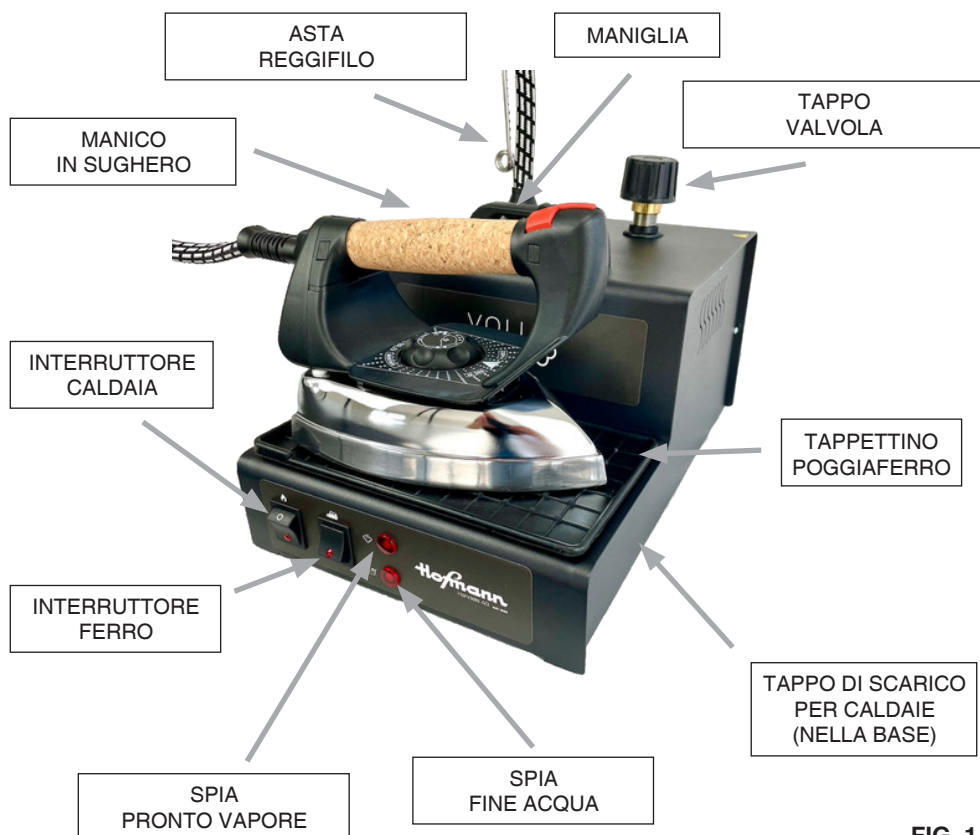

FIG. 1
Prima dell'arrivo del ferro a caldaia è necessario che il cliente prepari, vicino al posto in cui verrà installato una presa di corrente protetta e adeguata alla potenza dell'apparecchio (si consiglia un interruttore magnetotermico differenziale da 16 A e Id 30 mA). Per il trasporto e la movimentazione servirsi esclusivamente dell'apposita maniglia. Mai tirare i cavi elettrici (fig. 1).
2. Estrarre l'apparecchio dalla scatola, montare l'antenna e inserirla nell'apposito porta antenna situato sul retro della macchina (fig. 1), avendo l'avvertenza di inserirla bene fino in fondo.
4. Posare il ferro sul tappetino poggia ferro (fig. 1).
1. Svitare il tappo valvola (fig. 1) e riempire con la quantità desiderata d'acqua la caldaia prestando attenzione che non trabocchi. Si consiglia di riempire la caldaia servendosi di un imbuto. Riavvitare il tappo prendendolo per la parte in plastica con l'avvertenza di non serrarlo troppo altrimenti si rovina la guarnizione (vedi capitolo 7).
3. Accendere l'interruttore della caldaia, l'interruttore del ferro (fig. 1) e ruotare il selettore di temperatura nella posizione compresa tra " ●● " e " ●●● ".
10. **Non bisogna mai sostituire il tappo valvola (fig. 1) con tappi di altro genere.**
3. È prudente, durante lo stiro, riporre il ferro solamente sull'apposito tappetino (fig. 1).
L'acqua è terminata quando, durante lo stiro, si accende la spia "senza acqua" (fig.1). Spegnerne i due interruttori (caldaia e ferro), solo a questo punto rimuovere la spina della presa di alimentazione.
Attendere 10 minuti, dopo di che svitare il tappo valvola di un quarto di giro (fig. 1) e attendere che tutto il vapore sia uscito.
Togliere il tappo valvola (fig. 1) e svitare il tappo di scarico posto alla base della caldaia per far uscire le eventuali impurità. A fine pulizia, riavvitare il tappo di scarico e procedere con la ricarica d'acqua in caldaia (vedi punto 7)